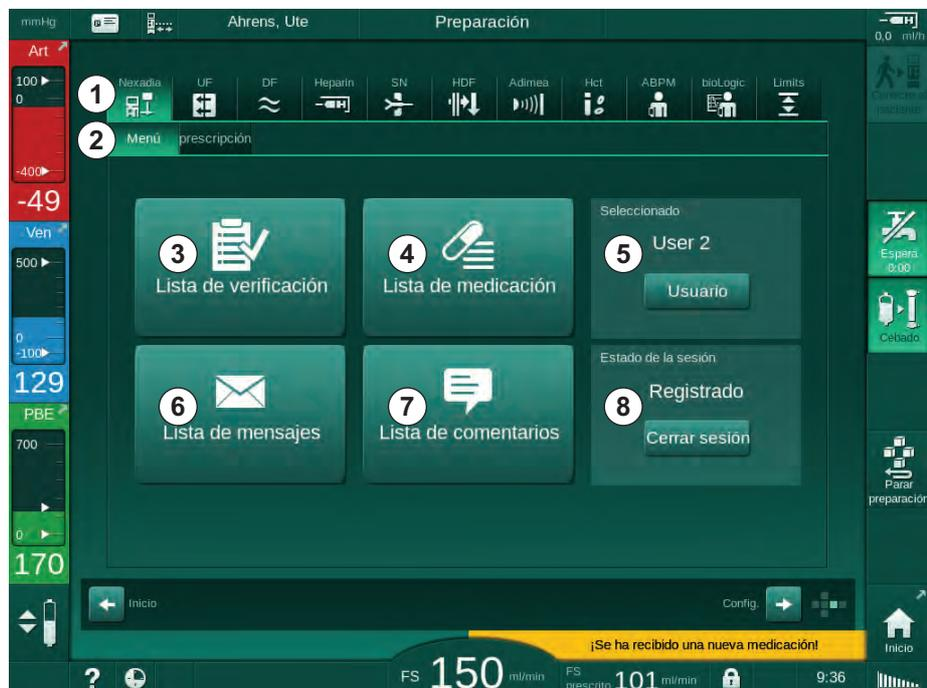

Fig. 11-36 Menú Nexadia en la pantalla *Entrada*
Cuando se utiliza Nexadia, el equipo puede enviar y/o recibir información (p. ej. mensajes, comentarios y listas) al/del servidor de datos. Existe también una selección de usuario. Estas funciones se manejan en el menú Nexadia. Este menú se abre pulsando el icono *Nexadia* (Fig. 11-36, ①) y el botón *Menú* ② en la pantalla *Entrada*.
1. Pulsar *Seleccionar usuario* en el menú Nexadia (Fig. 11-36 Menú Nexadia en la pantalla Entrada (312), ⑤).
1. Pulsar el icono *Lista de comentarios* en el menú Nexadia (Fig. 11-36 Menú Nexadia en la pantalla Entrada (312), ⑦ ).
1. Pulsar el icono *Lista de comprobación* en el menú Nexadia (Fig. 11-36 Menú Nexadia en la pantalla Entrada (312), ③ ).
1. Pulsar el icono *Lista de medicación* en el menú Nexadia (Fig. 11-36 Menú Nexadia en la pantalla Entrada (312), ④).
1. Pulsar el icono *Lista de mensajes* en el menú Nexadia (Fig. 11-36 Menú Nexadia en la pantalla Entrada (312), ⑥ ).